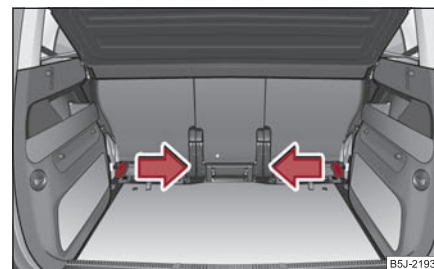

Fig. 87 Portbagajul: Scoaterea penelor de fixare
- Apucați pana de fixare ⇒ pagina 77, fig. 87 și scoateți-o trăgând în sensul indicat de săgeată. La demontarea penei de fixare de pe partea cealaltă a portbagajului, procedați în mod asemănător.